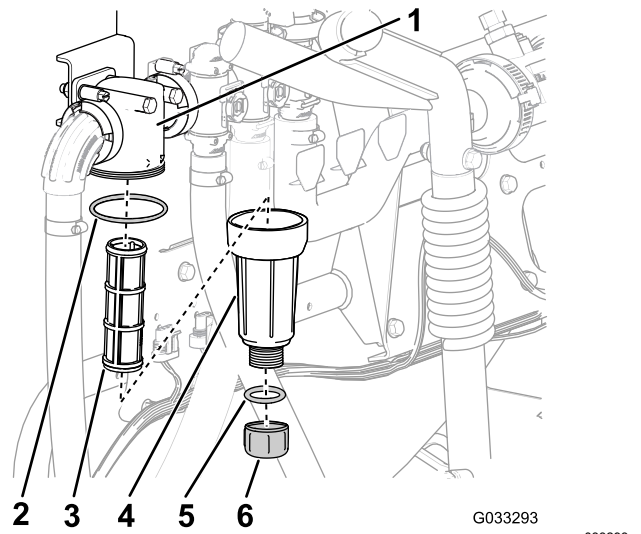

Figura 29
2. Coloque un recipiente de drenaje debajo del filtro de presión (Figura 29).
3. Gire el tapón de vaciado en sentido antihorario y retírelo de la cubeta del filtro de presión (Figura 29).
4. Enrosque la cubeta en sentido antihorario y retire la cabeza del filtro (Figura 29).
5. Retire el elemento del filtro de presión (Figura 29).
7. Inspeccione la junta del tapón de vaciado (situada dentro de la cubeta) y la junta de la cubeta (situada dentro de la cabeza del filtro) en busca de daños o desgaste (Figura 29).
8. Instale el elemento del filtro de presión en la cabeza del filtro (Figura 29).
9. Instale la cubeta en la cabeza del filtro, y apriétela a mano (Figura 29).
10. Coloque el tapón de vaciado en el acoplamiento inferior de la cubeta, y apriete el tapón a mano (Figura 29).